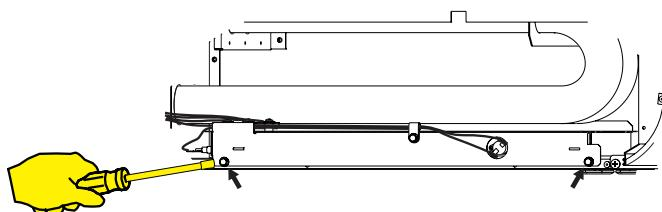

Figure 5
7. Installez deux vis à tête hexagonale n ° 10 x 1/2 à travers le support du bac à condensats dans le panneau inférieur de la chaudière murale. Ne serrez pas complètement ces vis. **Voir Figure 5.**